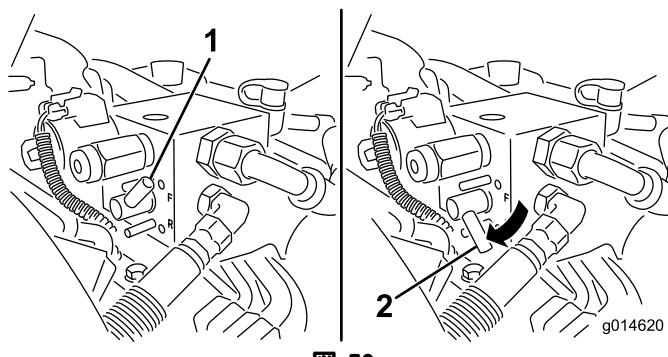

図 52
5. バックラップ・レバーを逆転（R）位置にセットする（図 52）。